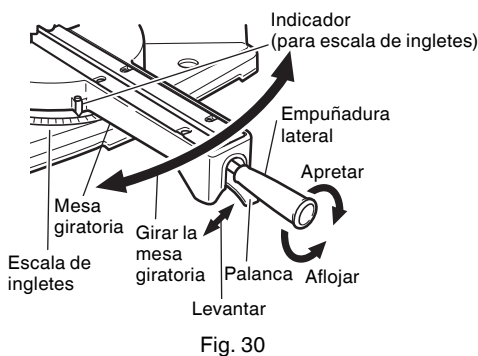
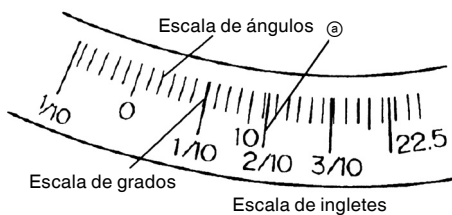

Fig. 30
Fig. 31
- (1) Afloje la empuñadura lateral y tire hacia arriba de la palanca para los topes de ángulo. Luego, ajuste la mesa giratoria hasta que el indicador se alinee con el ajuste deseado de la escala de ángulos de inglete (Fig. 30).
- (2) Vuelva a apretar la empuñadura lateral para asegurar la mesa giratoria en la posición deseada.
- (3) La escala de ingletes (Fig. 31) indica tanto el ángulo de corte de la escala de ángulos como el gradiente en la escala de ángulos.
- (4) El gradiente, que es la proporción de la altura hasta la base de la sección triangular a extraerse, puede utilizarse para el ajuste de la escala de ingletes en vez del ángulo de corte, si así se desea (consulte la Fig. 31).
- (5) Por lo tanto, para cortar una pieza de trabajo con un grado de 2/10, ajuste el indicador a la posición a como se indica en la Fig. 31.